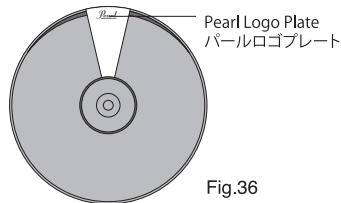

Fig.36
- For proper playing position of top cymbal, ensure the Pearl Logo Plate is positioned "away" from the player (Fig.36).
- パールロゴプレートを奏者と反対側になるようにセットしてください (Fig.36)。